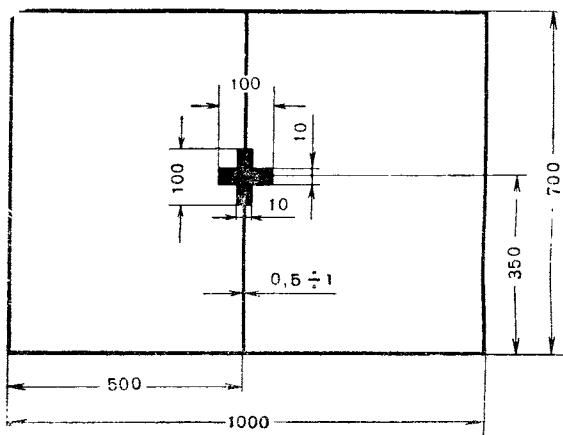

Рис. 81. Контрольная мишень
- б) установить по отвесу щит с мишенью (рис. 81) на расстоянии 20 м от дульного среза пушки на высоте линии огня;